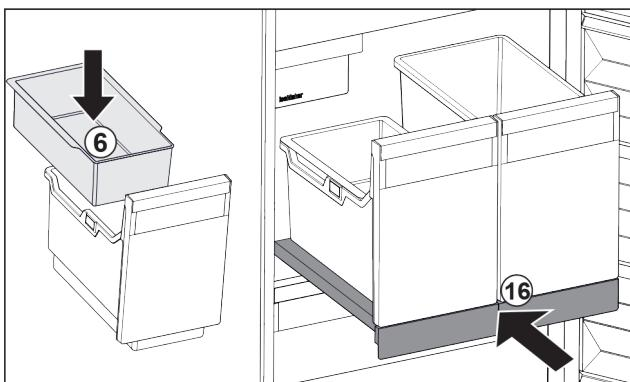

Fig. 130
- ▶ Поставете окачващата се поставка Fig. 130 (6) за ледени кубчета.
- ▶ Вкарайте изтеглящата се дъска със съдовете (IceTower). Fig. 130 (16)